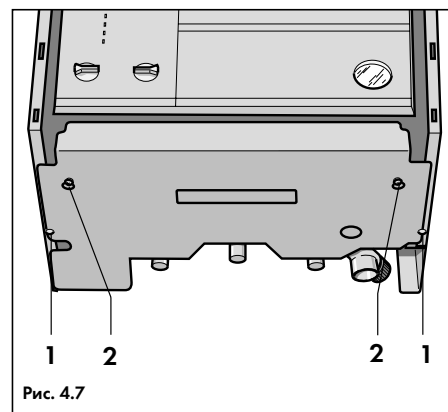

Рис. 4.7
- Положить аппарат на пол и, вывинтив два задних винта (1, рис. 4.7) и ослабив два передних (2, рис. 4.7), снять белый щиток снизу аппарата. Боковые стенки облицовки не удалять;